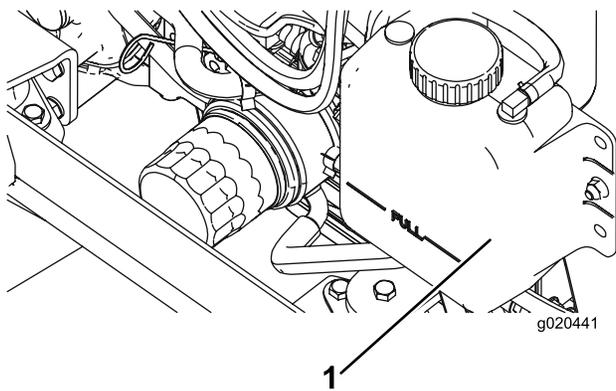

Figura 9
1. Togliete con cautela il tappo del radiatore e il tappo del serbatoio di espansione (Figura 9).